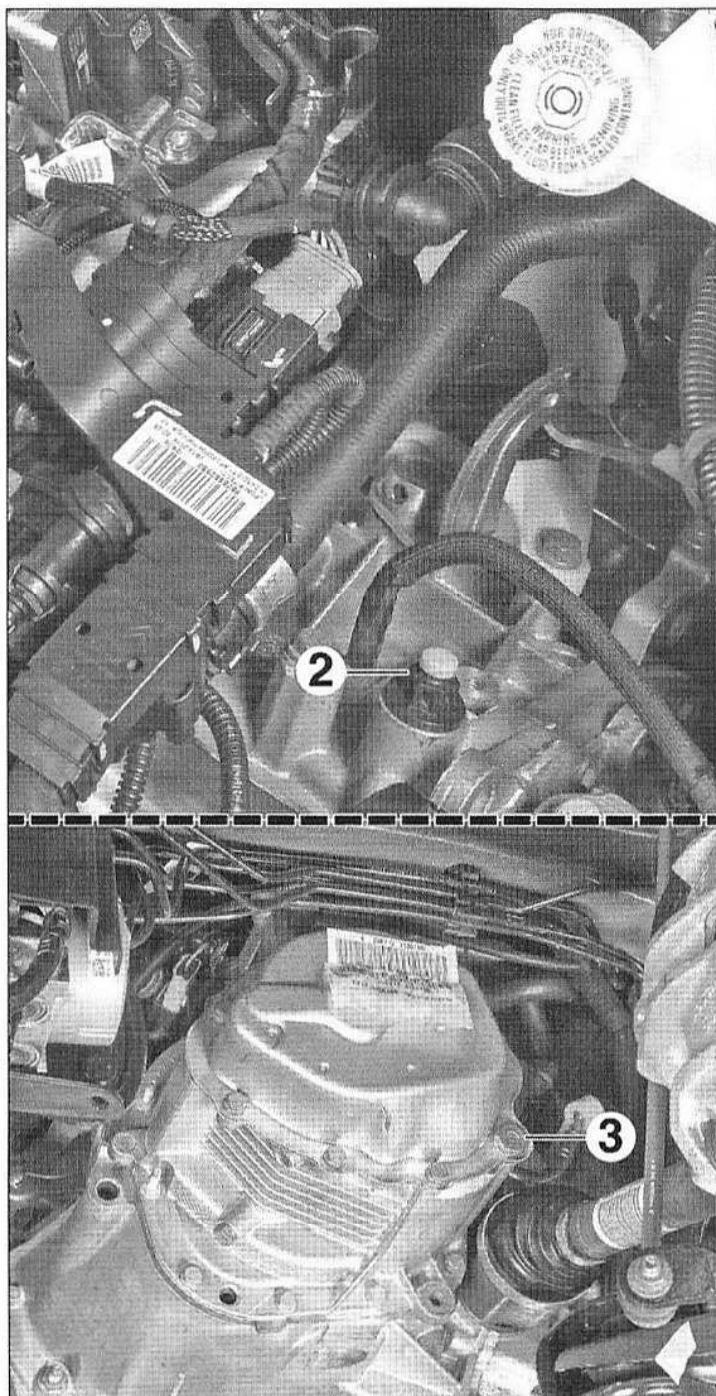

FIG.3
- Déposer le bouchon de mise à l'air libre (2) ou le bouchon de niveau de huile (3) (Fig.3).
- Reposer le bouchon de mise à l'air libre (2) ou le bouchon de niveau de huile (3) avec un joint neuf.